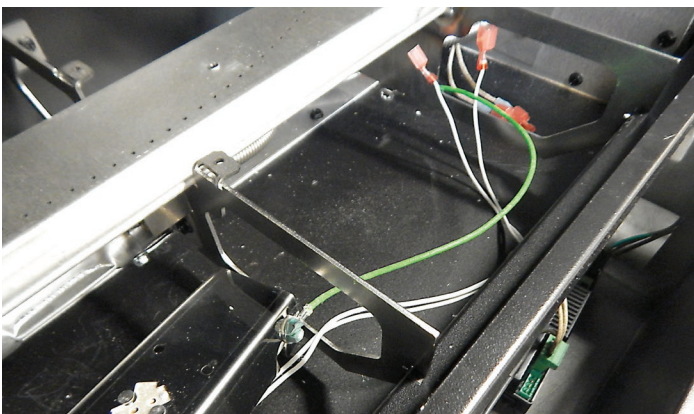

Figure 6
9. Poser l'ensemble support d'ampoule avec le support droit qui comprend le fil vert de masse en premier. Acheminer le fil de masse et les fils d'éclairage comportant les bornes mâles à travers le support du support centre-droit de brûleur et ensuite à travers le support droit du brûleur. **Voir Figure 6.**